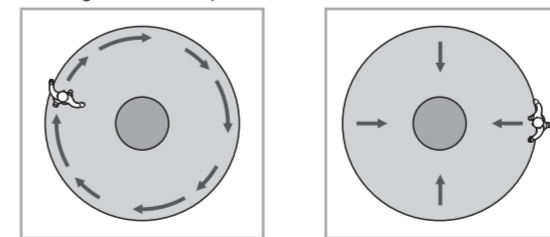

FIG. 19
- 5.3.4 Gå udenfor på tværs eller mod detektionsdækningen, indtil lysdioden og belastningen tænder i 2 sek. (Se FIG. 19).